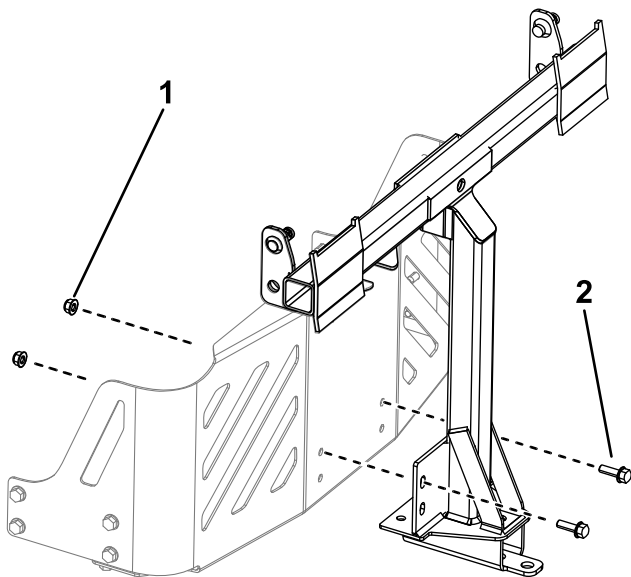

Figura 11
2. Instale a estrutura da articulação na máquina como se mostra na Figura 11. Prenda a estrutura de articulação à máquina utilizando os dois parafusos (5/16 x 1 pol.) e duas porcas de bloqueio (5/16 pol.).